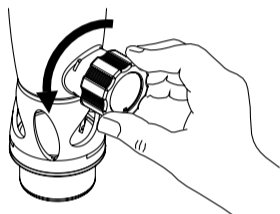

fig. 1
- Tournez le robinet à boisseau sphérique sur 90° (fig. 1) vers la droite jusqu'en position horizontale (ouvrir).